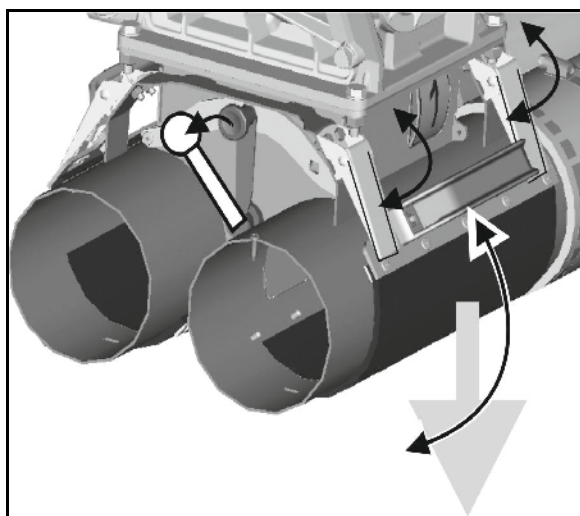

Рис. 96
3. Откройте оба запорных крана "Складывание выравнивателя" (Рис. 96/1).